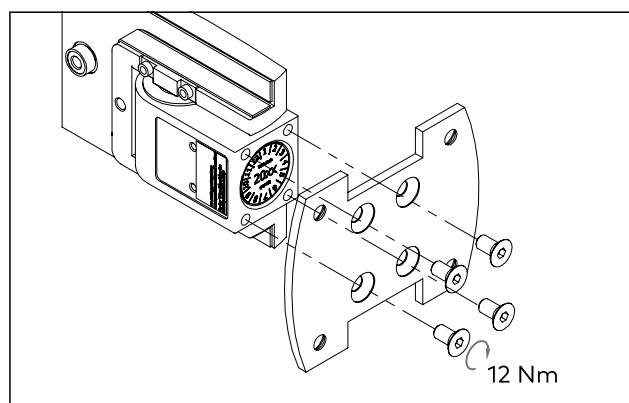

Fig. 16 Fixation des plaques de montage à la paumelle à rappel
1. Fixer les plaques de montage avec 4 vis à têtes fraisée (M6 x 12) à la paumelle à rappel TENSOR (Fig. 16).